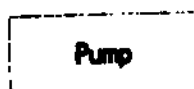

Рисунок 51
9.5.6.8 Если вы нажмете кнопку «Калибровка / Calibration» в «Форме обслуживания / Serviceform», отобразится «Форма калибровки / CalibrationForm». Нажмите кнопку «Насос / Pump» в области «Объем насоса / PumpVolume» [Рисунок 51].